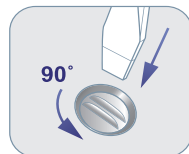

Рис. 7
- Снимите крышку с водоочистителя, предварительно повернув три фиксатора против часовой стрелки на 90° (рис. 7).